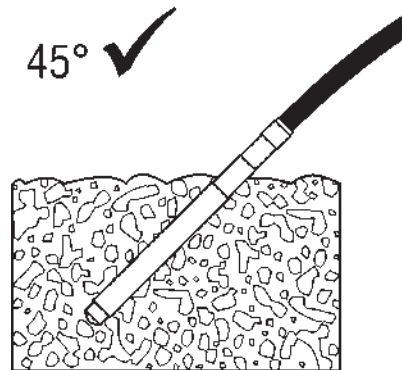

FIGURA 24
■ Se recomienda, para tener más eficiencia en el trabajo de vibración, no inclinar el vibrador más de 45° (45° máximo). Figura 24.